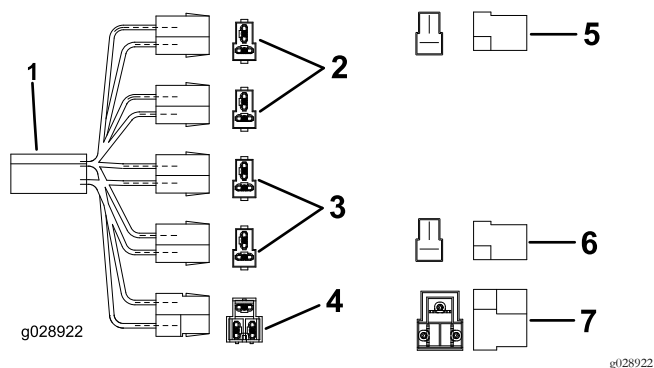

Figura 5
7. Conecte el conector del cable al arnés de cables principal de la máquina (Figura 5).
8. Conecte un conector negro y verde al conector del intermitente trasero y el conector negro, rojo y naranja al conector de la luz de freno trasera (Figura 5).
7. Conecte la luz de matrícula a los cables conectores. Consulte Figura 5).